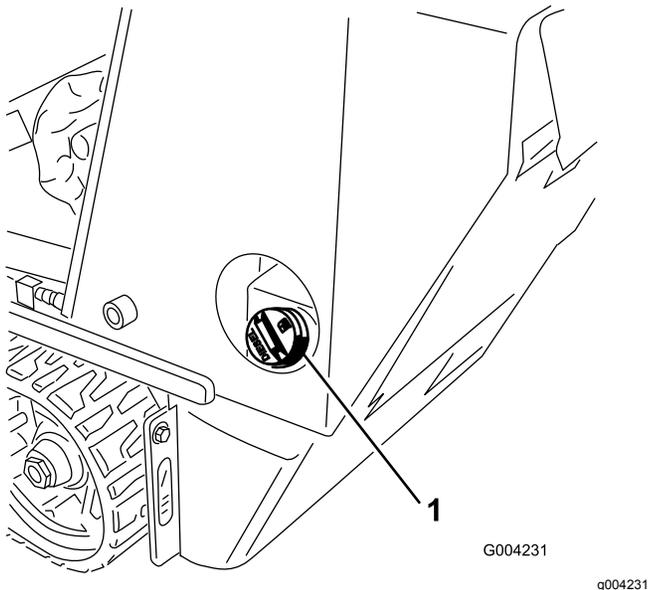

Рисунок 13
3. Очистите области вокруг крышки топливного бака и снимите ее (Рисунок 13).